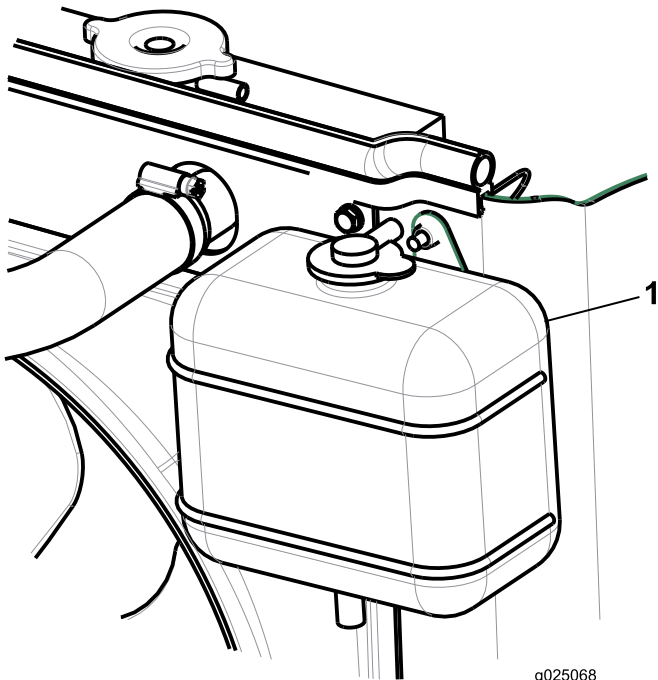

Figura 28
2. Controllate il livello di refrigerante nel serbatoio di espansione (Figura 28).